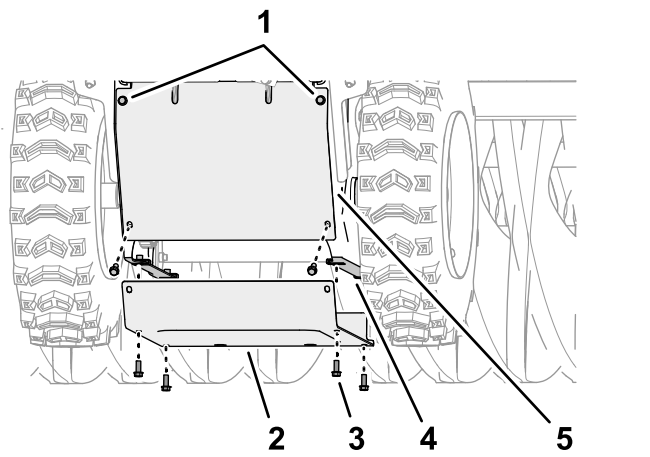

**Figura 50**
2. Na parte superior da máquina, alinhe a correia de tração no entalhe da polia de tração e deslize a correia de tração sobre a cambota do motor (Figura 50).